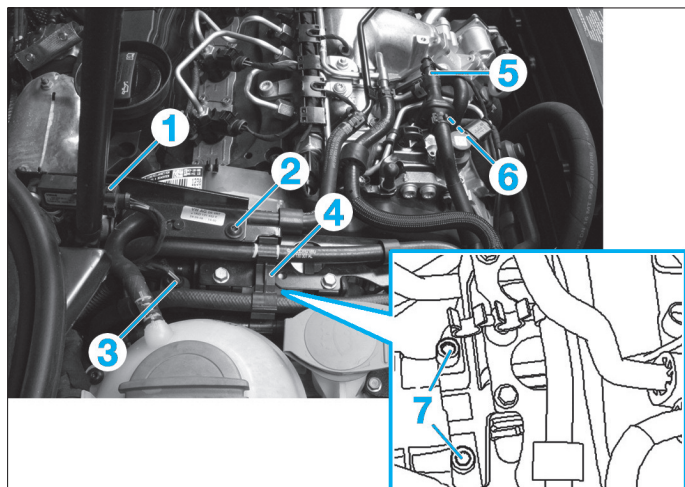

Fig. 29
- Débrancher (Fig.29) :
- le connecteur (1) et déposer le support (2) du capteur de pression différentielle des gaz d'échappement,
- le connecteur (3) et dégrafer les durits de carburant (4) du support,
- le connecteur de la sonde de température de carburant (5),
- l'alimentation en carburant (6) de la pompe haute pression.
- Déposer les deux vis (7) et retirer la pompe à carburant supplémentaire.